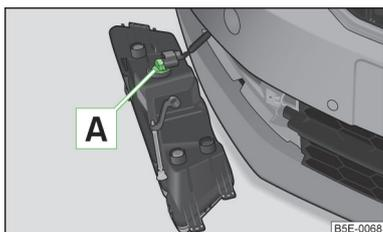

Abb. 179
- › Den Lampenhalter » Abb. 179 bis zum Anschlag entgegen dem Uhrzeigersinn drehen und herausziehen.